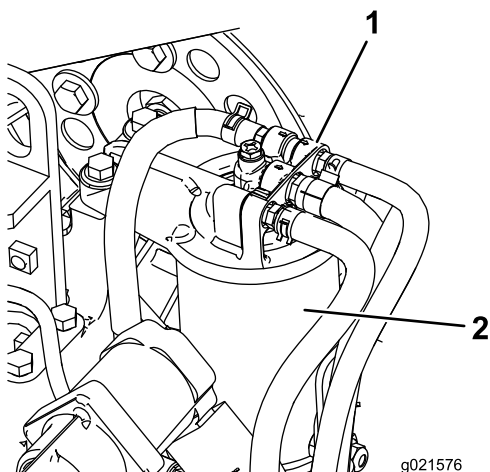

Bild 61
1. Reinigen Sie den Bereich um den Kraftstofffilterkopf (**Bild 61**).
2. Entfernen Sie den Filter und reinigen die Kontaktfläche (**Bild 61**).